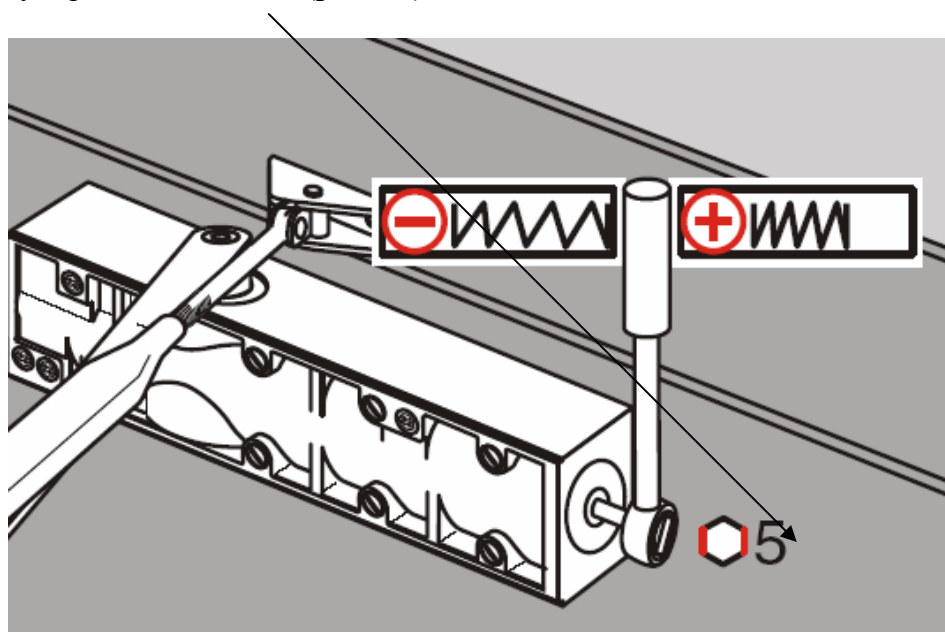

Рис. 10. Регулировка усилия доводчика **DORMA TS83.**
Регулировка усилия доводчика осуществляется предварительным сжатием пружины с помощью регулировочного винта (**рис. 10**),
7. Как показано на **Рис. 10**, установите необходимое усилие закрывания двери.